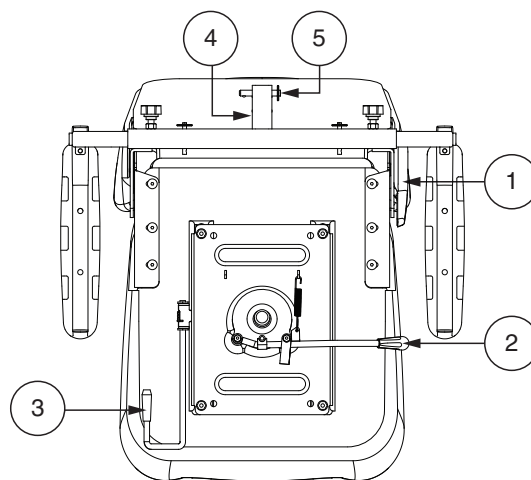

Figure 15. Réglage du siège
1. En fonction de votre type de siège, soit tirer vers le haut ou pousser vers l'avant le levier de rotation du siège afin de dégager le siège. **Voir la figure 15.**
Si votre scooter est équipé d'un siège à dossier inclinable, vous pouvez changer l'inclinaison du dossier avec le levier de réglage du dossier. **Voir la figure 15.**
1. Déplacez le levier coulissant du siège (situé sur le côté inférieur gauche du siège) vers l'extérieur. **Voir la figure 15.**
Le support d'accessoire monté à l'arrière vous permet d'attacher un accessoire personnel comme un panier, support pour marchette ou réservoir d'oxygène à l'arrière de votre scooter. Utiliser la goupille de verrouillage afin de bien fixer votre article au support d'accessoire. **Voir la figure 15.** Consultez votre détaillant autorisé pour plus de détails.